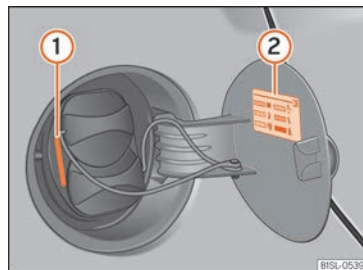
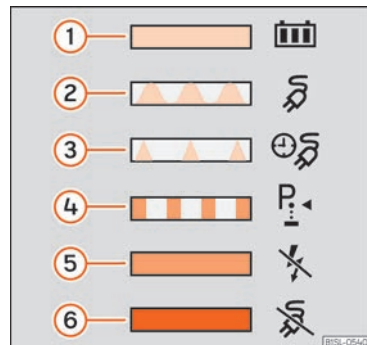

Fig. 156 Darrere de la tapa de la presa de càrrega de la bateria: indicador del procés de càrrega ① i informació a l'adhesiu ②.
Fig. 157 A la cara interior de la tapa de la presa de càrrega de la bateria: adhesiu amb informació sobre l'indicador del procés de càrrega.
L'indicador del procés de càrrega és un díode lluminós (LED) situat al costat de la presa de càrrega **>>> fig. 156 ①** i indica l'estat de càrrega. En un adhesiu s'expliquen les diferents indicacions **>>> fig. 157.**
Legenda de l'adhesiu informatiu de l'indicador del procés de càrrega **>>> fig. 157:**